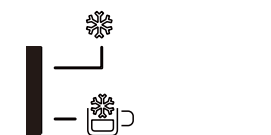

Imagen 4
2. Cuando la temperatura del agua fría alcanza el valor establecido, la máquina estará en el estado de aislamiento frío, y el patrón de las luces de enfriamiento es el de la Imagen 4.